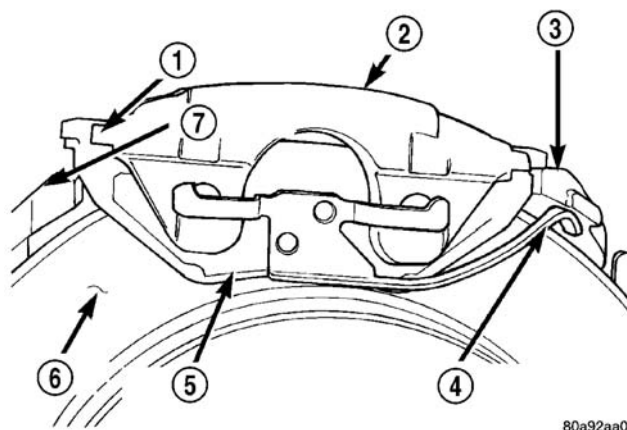

图 14 制动钳的拆卸与安装
(11) 使用下列程序从适配器上卸下后制动钳。首先从适配器上向上转动制动钳的前部。然后将制动钳的后部和外制动蹄片防振夹子从适配器的后支座下拉出 (图 14)。
(3) 将驱动轴装入轮毂 / 轴承中与后动力传动系模块的输出轴上。安装驱动轴时, 首先将驱动轴的外万向节滑入轮毂 / 轴承中, 然后按压驱动轴的内万向节, 将其安装到动力传动系模块的输出轴上。
(4) 在轮毂 / 轴承上安装制动盘。
(5) 按照和拆卸相反的顺序小心地将制动钳和制动蹄片降至制动盘上, 并安装到制动钳适配器上 (图 14)。